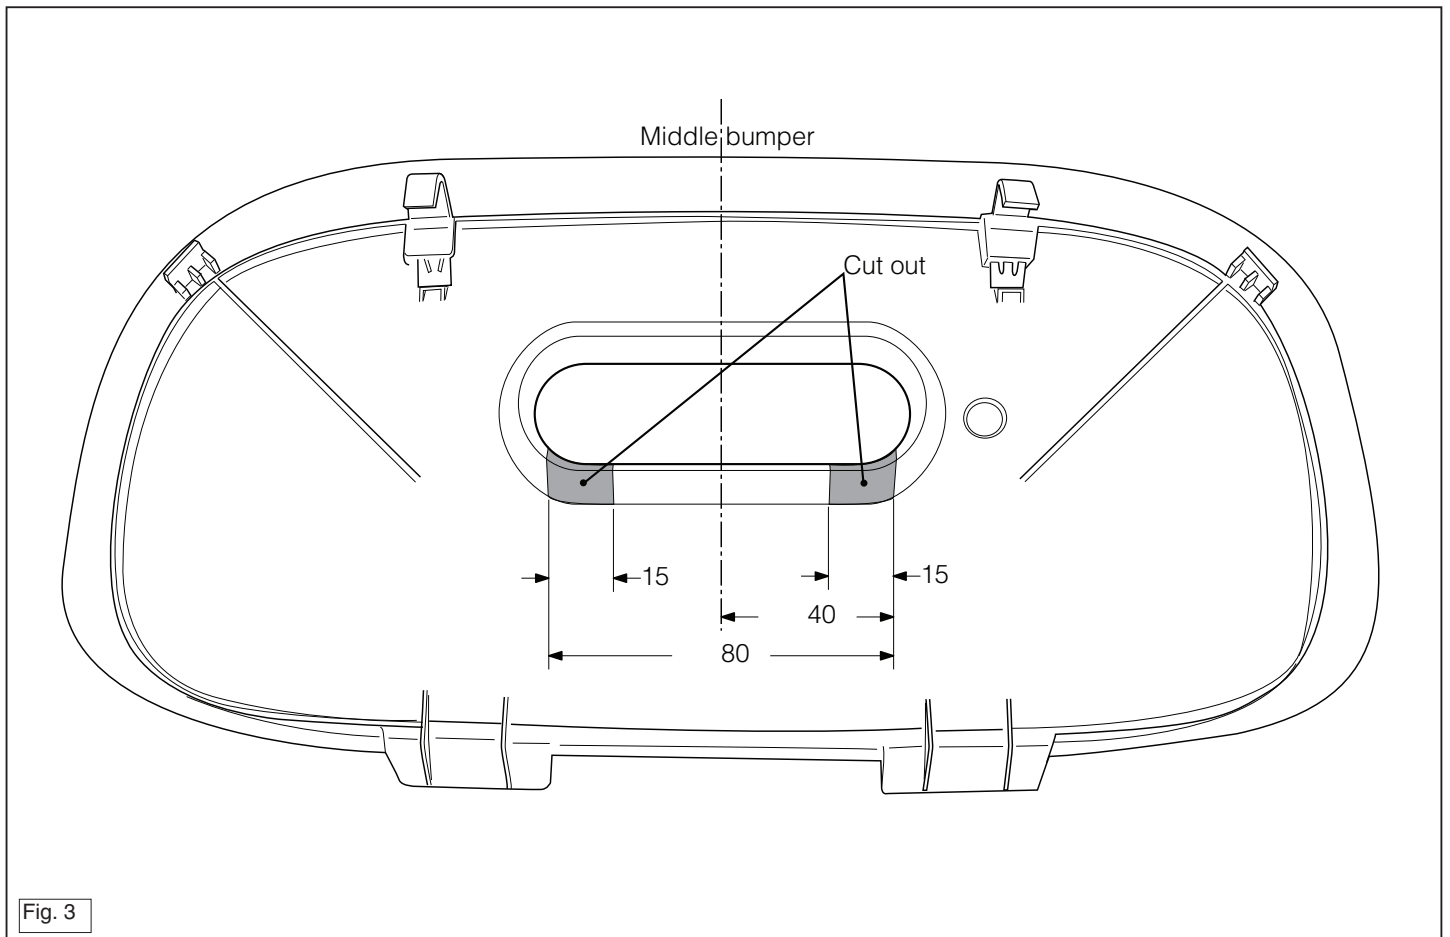

Fig. 3
17. Saw out the portions as indicated in fig. 3.
17. Gemäß Abb. 3 die angegebenen Teile heraussägen.
17. Scier les parties indiquées conformément à la figure 3.